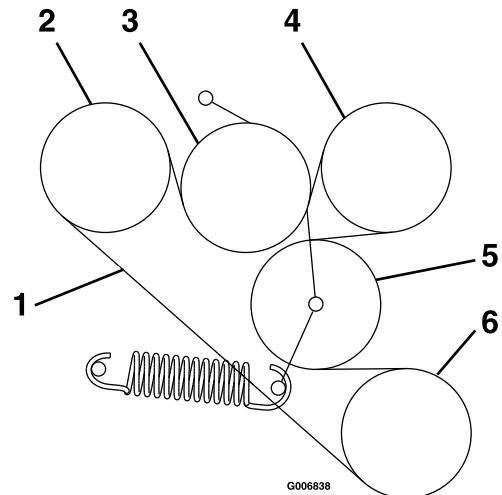

Figure 59
6. Acheminez la courroie neuve sur les poulies comme montré sur l'autocollant situé au dos de la protection d'entraînement gauche (Figure 59).